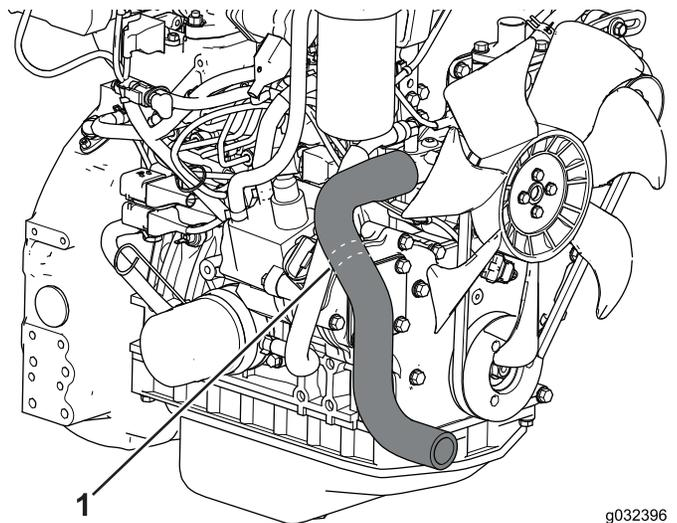

Рисунок 18
2. Перережьте шланг радиатора по линиям отреза с помощью режущего инструмента (Рисунок 18).
1. Найдите шланг радиатора (Рисунок 18).